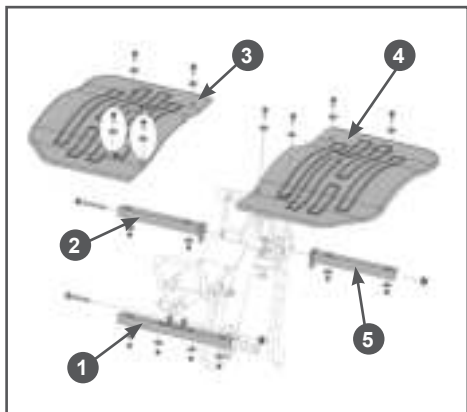

Рис. 12 Установка защитных крыльев
- Установите на раму мотоблока передний 1 и задние 2 и 5 кронштейны защитных крыльев с помощью болтов и гаек из комплекта крепежа (Рис. 12).
- Установите на кронштейны 1,2,5 крыльев правое 3 и левое 4 защитные крылья, используя болты, шайбы и гайки из комплекта крепежа (Рис. 12).